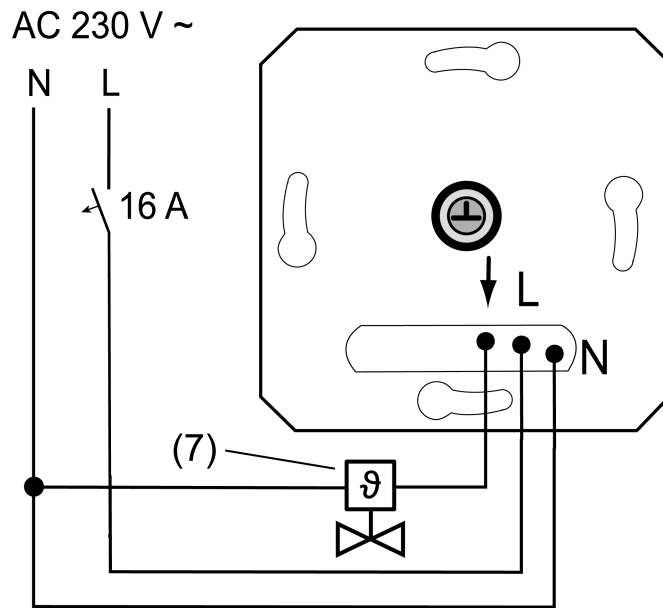
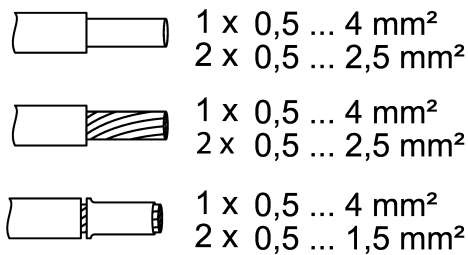

Bild 2: Anschlussbeispiel des Einsatzes
Bild 3: Klemmbarer Leiterquerschnitt
- Elektrothermischen Stellantrieb (7) an Einsatz (1) gemäß Anschlussplan (siehe Bild 2) anschließen. Leiterquerschnitte beachten (siehe Bild 3).
- Abdeckrahmen (2), Zentralplatte (3) und Bedienknopf (4) aufstecken.